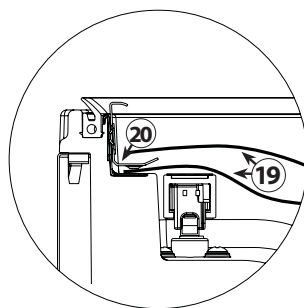

Fig. 1
5. Inserire il sacchetto (19) in modo tale che il fissaggio (20) si trovi al centro del lato aperto del sacchetto stesso. Un'estremità del sacchetto deve trovarsi al di sopra del fissaggio e l'altra al di sotto, per aspirare completamente l'aria dal sacchetto. (Fig. 1)
7. Inserire il sacchetto (19) in modo tale che il fissaggio (20) si trovi al centro del lato aperto del sacchetto stesso. Un'estremità del sacchetto deve trovarsi al di sopra del fissaggio e l'altra al di sotto, per aspirare completamente l'aria dal sacchetto. (Fig. 1)